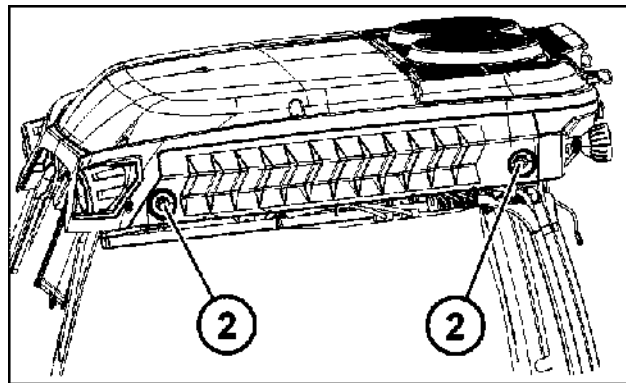

Рис. 7-68
1. Отверните фиксаторы (2 — рис. 7-68) защитной крышки.